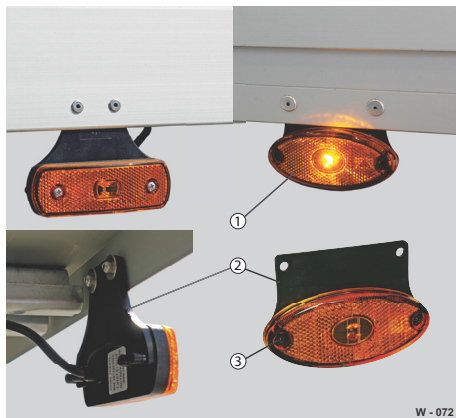

Abb. 74 Seitenmarkierungsleuchten
► Eine defekte LED-Leuchte (Abb. 74/1) in einer Fachwerkstatt auswechseln lassen.